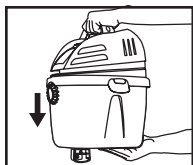

FIGURA 3
8. Instale la aspiradora alineando las ranuras en cada lado del depósito para enganchar mientras la aspiradora se baja sobre la ménsula de pared **FIGURA 3.**